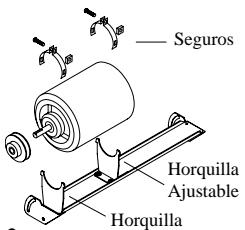

Fig. 2
- Monte el motor.** Instale el motor del ventilador en las horquillas de la montura. Ajuste la horquilla ajustable si es necesario y sujeté el motor con los seguros (véase fig. 2). **NOTA:** Los motores de 1 caballo de fuerza requiere que la horquilla ajustable esté invertida.